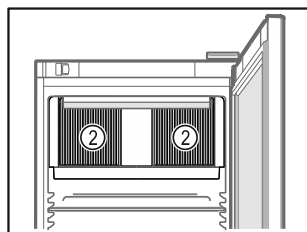

Fig. 60
- ☐ Дръжте вентилационните отвори *Fig. 60 (2)* на циркулационния вентилатор във вътрешността свободни.